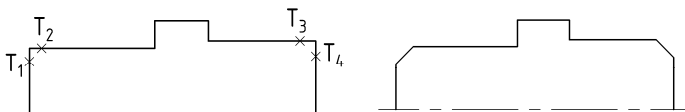

Рис. 94. Построение фасок
2. Построение фасок (рис. 94).